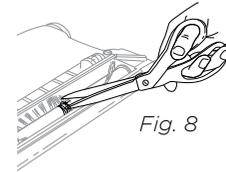

Fig. 8
**4** À l'aide de ciseaux, coupez soigneusement le long de la bande de guidage surélevée sur la brosse rotative afin de retirer les cheveux, ficelles ou fibres. Évitez d'endommager ou de couper les poils. **(Fig. 8)**